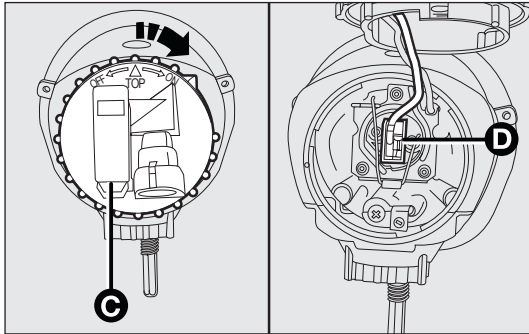

fig. 150
- dévisser le couvercle C-fig. 150 et détacher le connecteur D ;